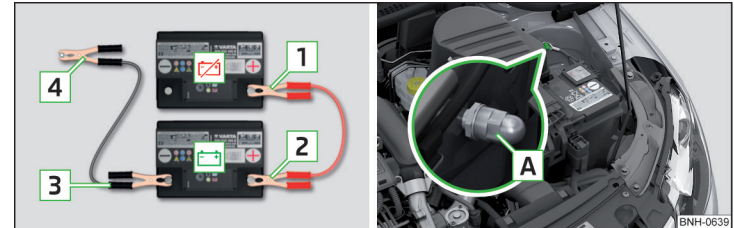

Abb. 250 Starthilfe: 🚗 - entladene Batterie, 🚗 - stromgebende Batterie / Massepunkt des Motors beim START-STOPP-System
- Bei Fahrzeugen **mit** dem START-STOPP-System die Klemme **4** am Massepunkt des Motors **A** befestigen » Abb. 250.